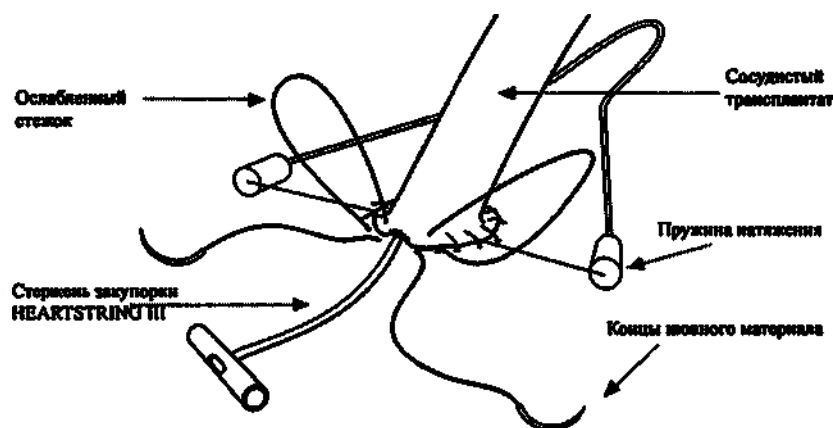

Рисунок 18.
- 9.1. Ослабить сразу два стежка, расположенных рядом со стержнем закупорки (по одному стежку с каждой стороны). Шовный материал необходимо ослабить между трансплантатом и тканью аорты, образуя между трансплантатом и аортой петлю из свободного шовного материала диаметром примерно в 1 см или приблизительно 3 см в длину (рисунок 18).